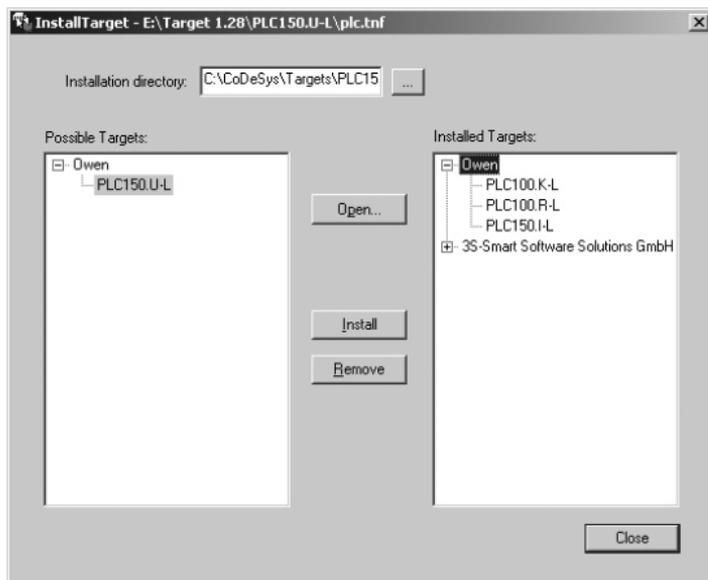

Рисунок 5.1 - Окно «InstallTarget» утилиты InstallTarget
- В открывшемся при запуске утилиты **InstallTarget** окне (рисунок 5.1) – нажать кнопку Open и указать путь доступа к инсталлируемому Target-файлу (имеющему расширение *.tnf, Target Information File). Target-файлы контроллеров ОВЕН ПЛК154 могут быть скачаны с сайта www.owen.ru. При скачивании с сайта папку с Target-файлами надо разархивировать и сохранить на жестком диске ПК.